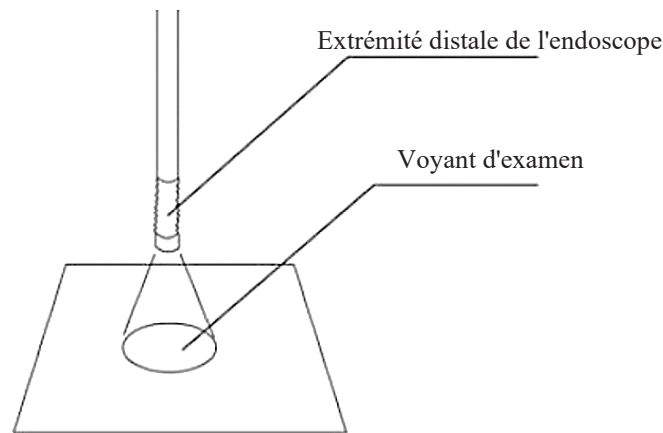

Fig. 3.2
2. Confirmer que la lumière d'examen est émise par l'extrémité distale de l'endoscope. (Fig. 3.2)